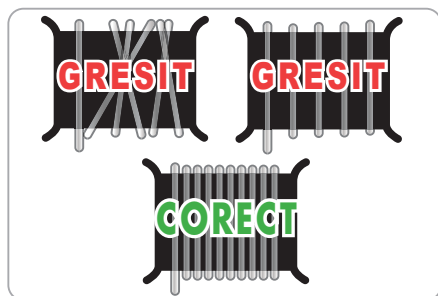

Fig.3
- Ați efectuat un ciclu complet de coborâre/urcare în gol pentru a verifica înfășurarea corectă a cablului, buna funcționare a comenzilor și a limitatoarelor de cursă. Verificați înfășurarea cablului să fie similară variantei corecte (Fig.3).